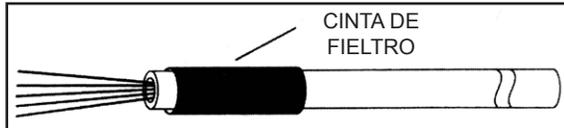

Figura 52
16.2 Envuelva las puntas de los tubos “loose” con una vuelta de fieltro azul (Figura 52).